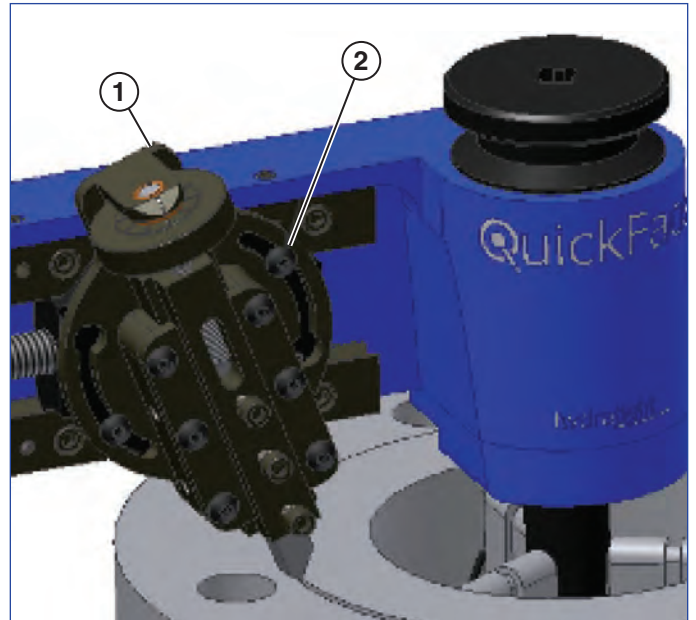

Рисунок 11
2. Ослабьте винты поворотной каретки и поверните ее. Предпочтительный угол отклонения каретки от перпендикуляра составляет 10 - 30 градусов. Угол наклона каретки должен быть достаточным для того, чтобы провести ее по всей поверхности за один непрерывный проход (см. рисунок 11). Устройство QuickFace выполняет резание в направлении от периферии к центру.